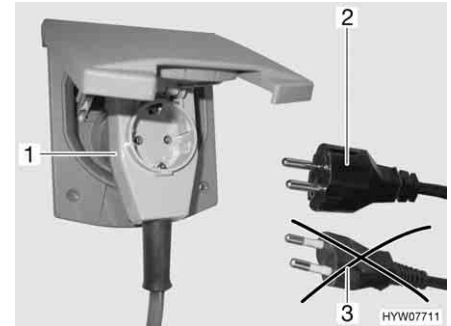

Bild 149 Anschluss an eine Winkel-
- Bei Verwendung einer CEE 17 Winkelkuppelung mit rückseitig eingebauter Steckdose (Bild 149,1) nur einen gummierten und versiegelten IP 44 Stecker mit Schutzkontakt (Bild 149,2) verwenden. Keine Stecker ohne Schutzkontakt (Bild 149,3) verwenden. Gefahr eines Stromschlages!